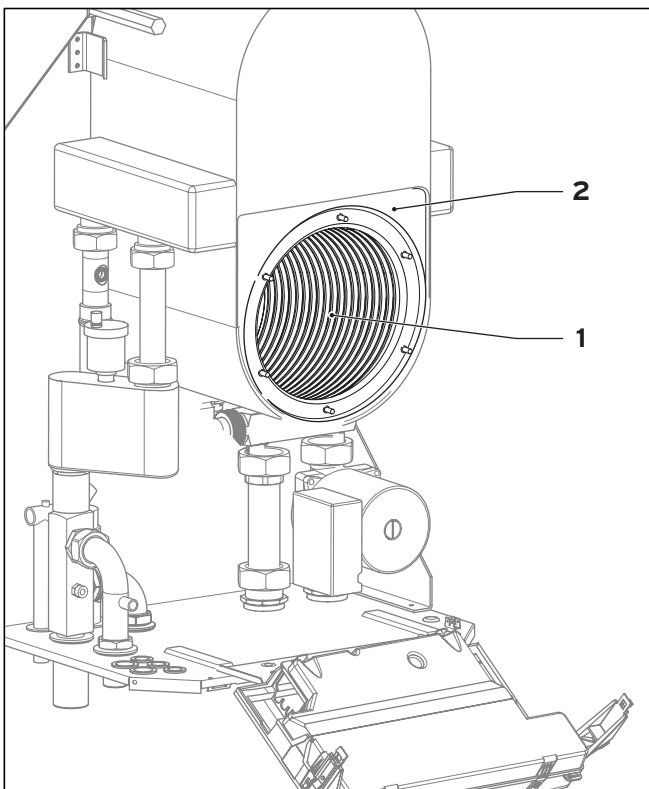

Fig. 7.4 Pulizia dello scambiatore termico a condensazione integrale
- Pulire la spirale di riscaldamento (1) dello scambiatore a condensazione integrale (2) con un'essenza di aceto comunemente in commercio (fig. 7.4). Risciacquare con acqua.